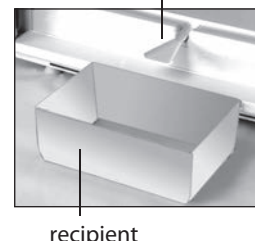
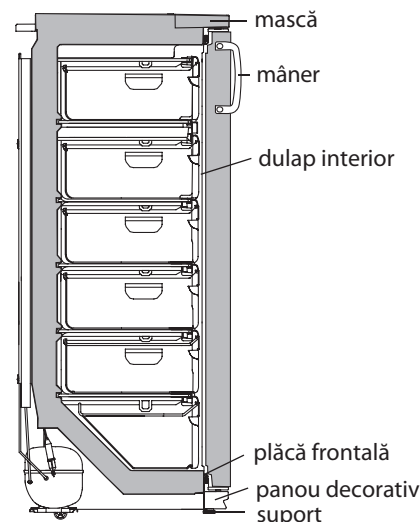

Figura 5 – Colectarea apei rezultate în urma topirii
Figura 6 – Schema congelatorului
- să îndepărtați apa rezultată în urma topirii, instalând în conformitate cu figura 5 elementul de masă plastică pentru drenare / pentru curățare a gheții și orice vas recipient cu volumul nu mai puțin de 2 l;
SE INTERZICE să decongeleți congelatorul fără utilizarea elementului pentru drenare instalat în conformitate cu figura 5. Apa rezultată în urma topirii care se scurge din cameră afară de elementul pentru drenare, pătrunzând în locul de alăturare a plăcii frontale la dulapul interior în conformitate cu figura 6, poate provoca coroziunea dulapului exterior al congelatorului și a elementelor agregatului frigorific, defectarea izolației termice, formarea crăpăturilor dulapului interior și defectarea dulapului congelatorului.